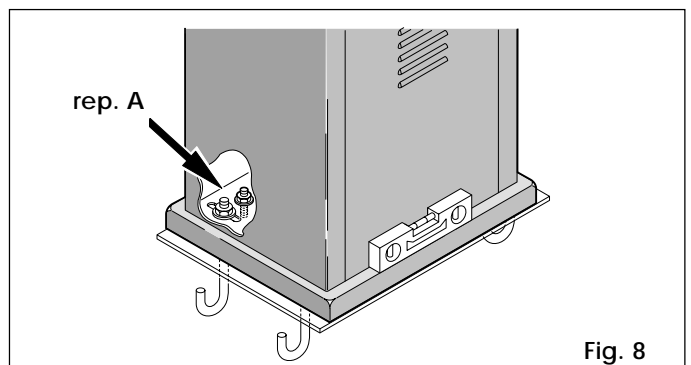

Fig. 8
- 2) Monter les vis de réglage appropriées sur la semelle du motoréducteur comme indiqué fig. 8 rep. A.